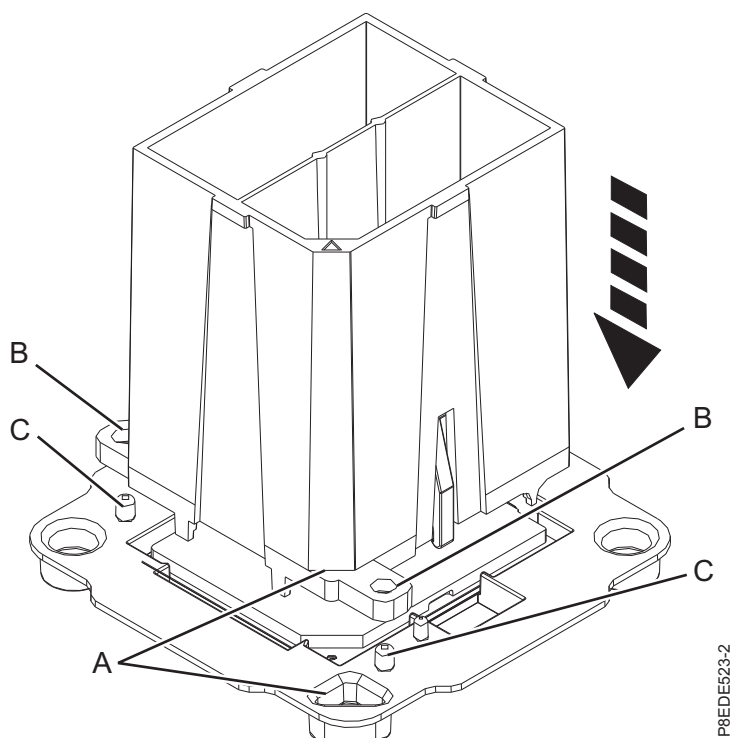
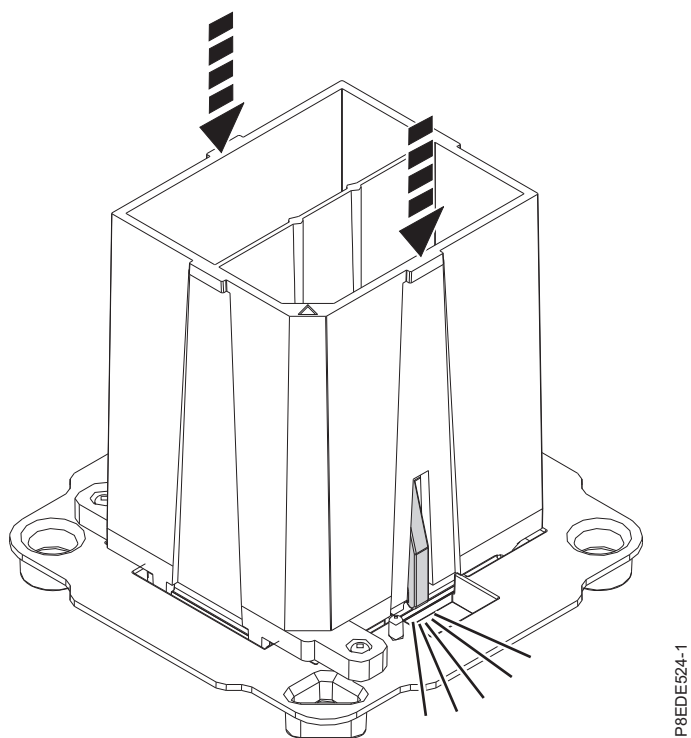

図 9. システム・プロセッサ・モジュールの取り付けの準備
図 10. システム・プロセッサ・モジュールをツールにロック
- a. 交換用プロセッサ・モジュールを配送用トレイから取り外します。提供されている取り外しツールを使用して、ツールの斜めになっている隅 (A) を、モジュールの斜めになっている隅と位置合わせします (12 ページの図 9 を参照)。
- b. 2 つのガイド・ピン (C) がツールの両側にある位置合わせ穴 (B) に差し込まれることを確認して、ツールをシステム・プロセッサ・モジュールの上に下ろします (12 ページの図 9 を参照)。次に、ツールを押し下げて、システム・プロセッサ・モジュールをツールにロックします (12 ページの図 10 を参照)。指示があるまで青色のリリース・タブを押さないでください。